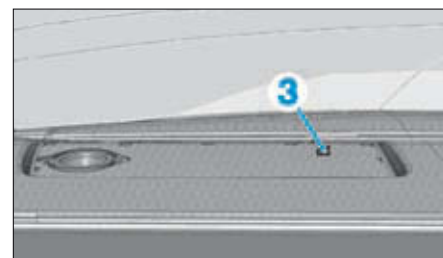

FIG. 26
- la vis de fixation (3) de la plage arrière située sous la grille des haut-parleurs (selon montage) (Fig.26),